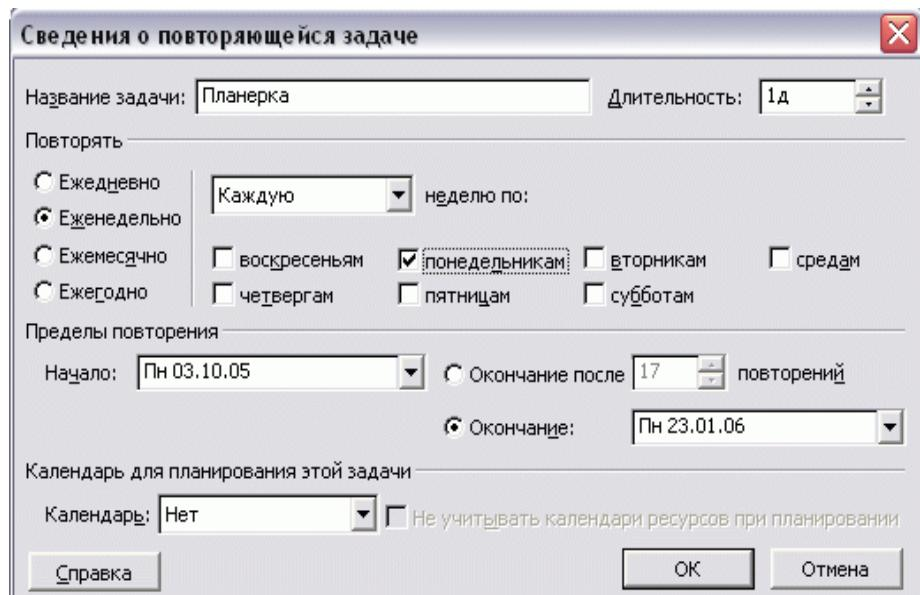

Рисунок 5. Добавление повторяющейся задачи в проект
- В появившемся диалоговом окне ввести название задачи, частоту повторений и диапазон повторений. (см. Рисунок 5).